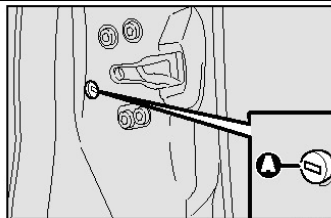

рис.92
- Вставить металлическую часть электронного ключа **А** - **рис. 92**;
- Извлечь ключ из гнезда **А** - **рис.92** и установить заглушку защиты дверей на место.